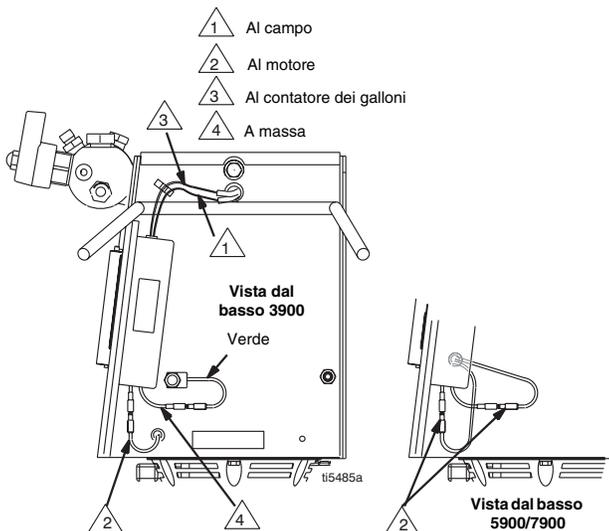

FIG. 12
2. FIG. 12. Scollegare tutti i fili necessari.
3. FIG. 12. Collegare tutti i fili necessari.